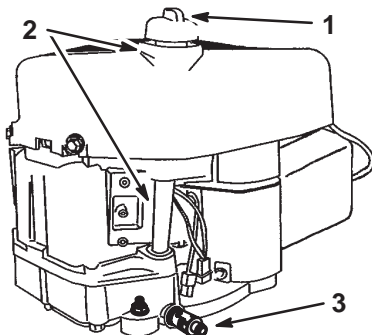

Figure 19
2. Nettoyez la surface autour de la jauge d'huile (Fig. 19) pour éviter que des impuretés ne s'introduisent dans le goulot de remplissage, ce qui risquerait d'endommager le moteur.
10. Nettoyez la surface autour de la jauge d'huile et dévissez le bouchon (Fig. 19).
11. Versez lentement environ 80% de la quantité d'huile spécifiée dans le goulot de remplissage (Fig. 19) (voir Changement de l'huile moteur et du filtre, page 21).